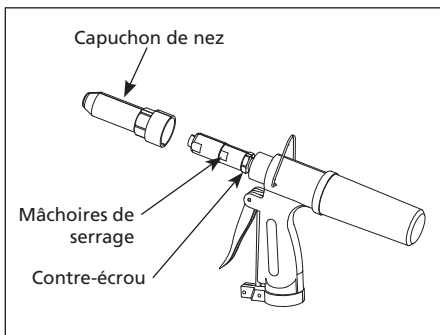

Figure 3
1. Tenir le pistolet à rivets avec le nez dirigé à l'écart de soi-même. Enlever le capuchon de nez chromé (Voir Figure 3).
2. Utilisez une clé de 15 mm pour maintenir en place les mâchoires de serrage et une clé de 17 mm pour desserrer le contre-écrou (voir la figure 3).